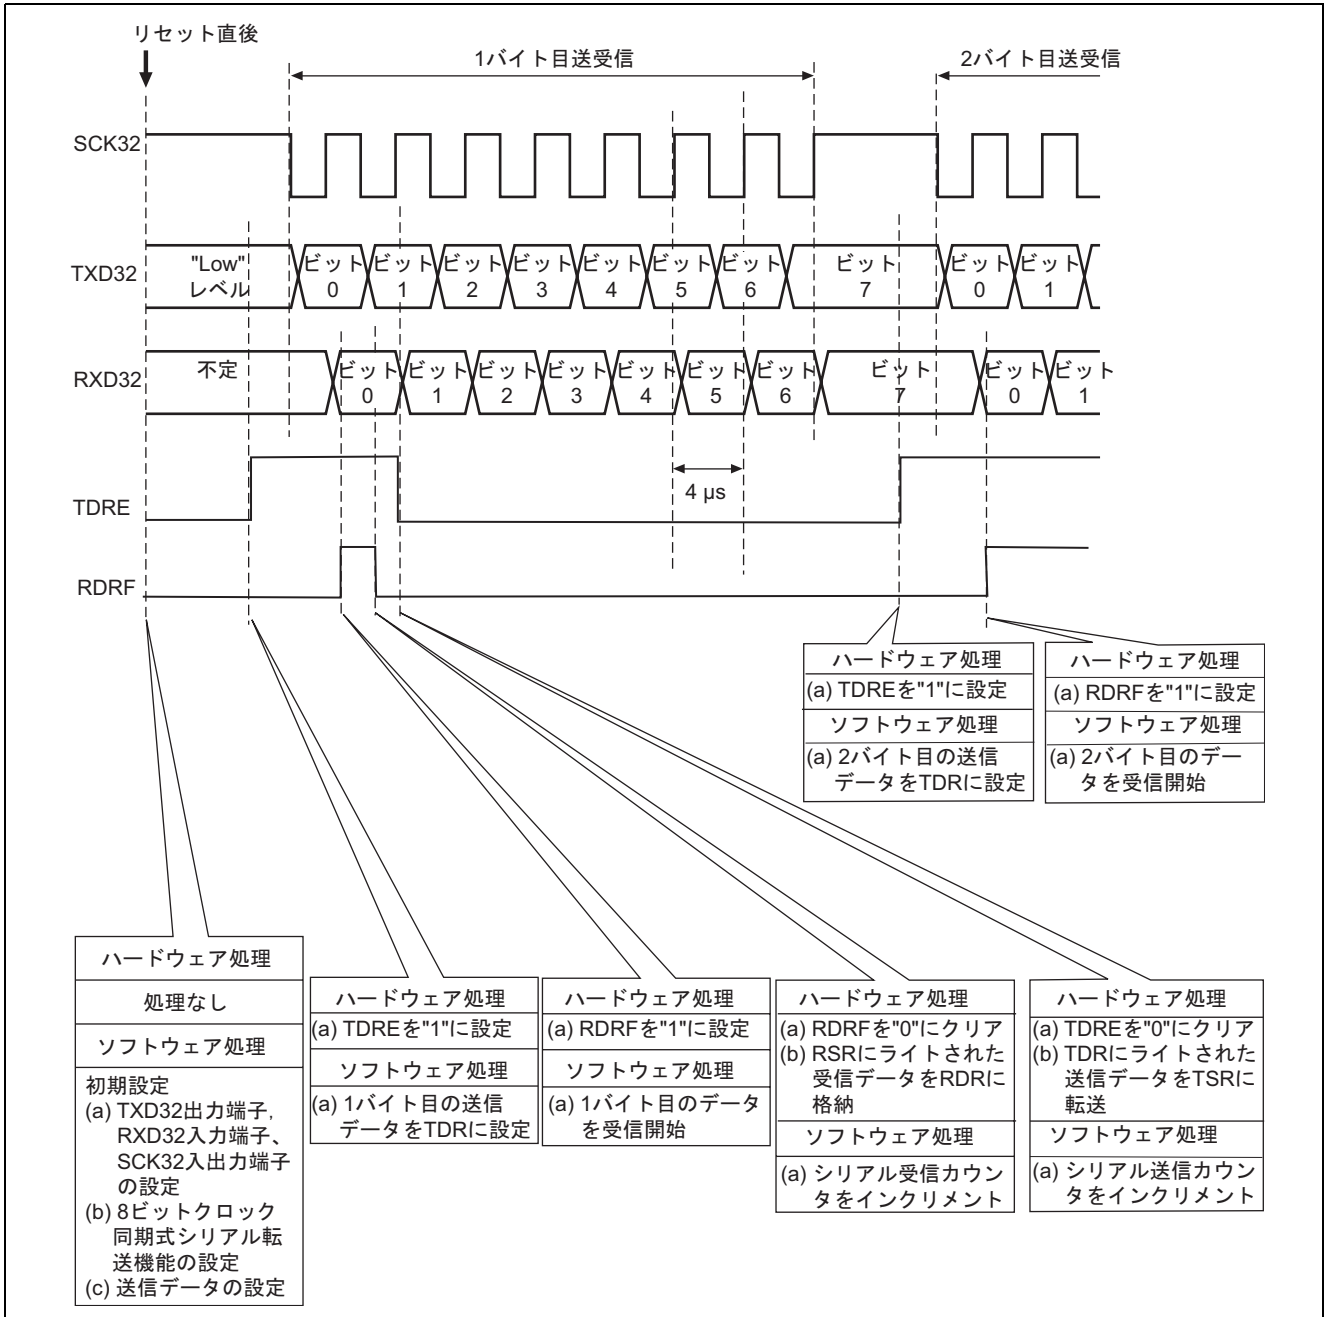

図3 クロック同期式シリアルデータ同時送受信の動作説明
(1) 図3に動作説明を示します。図3に示すようなハードウェア処理, およびソフトウェア処理によりクロック同期式シリアルデータ同時送受信動作を行ないます。